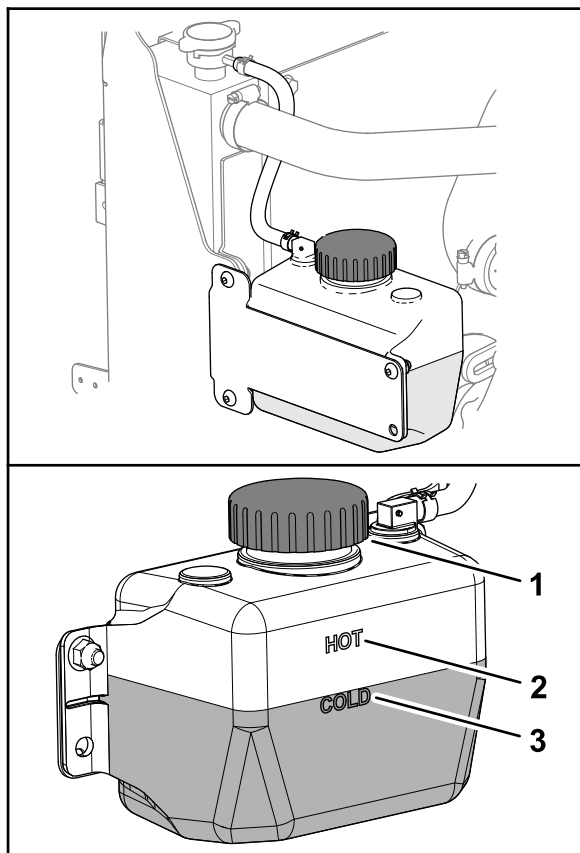

Figure 135
3. Vérifiez le niveau de liquide de refroidissement dans le réservoir (Figure 135).